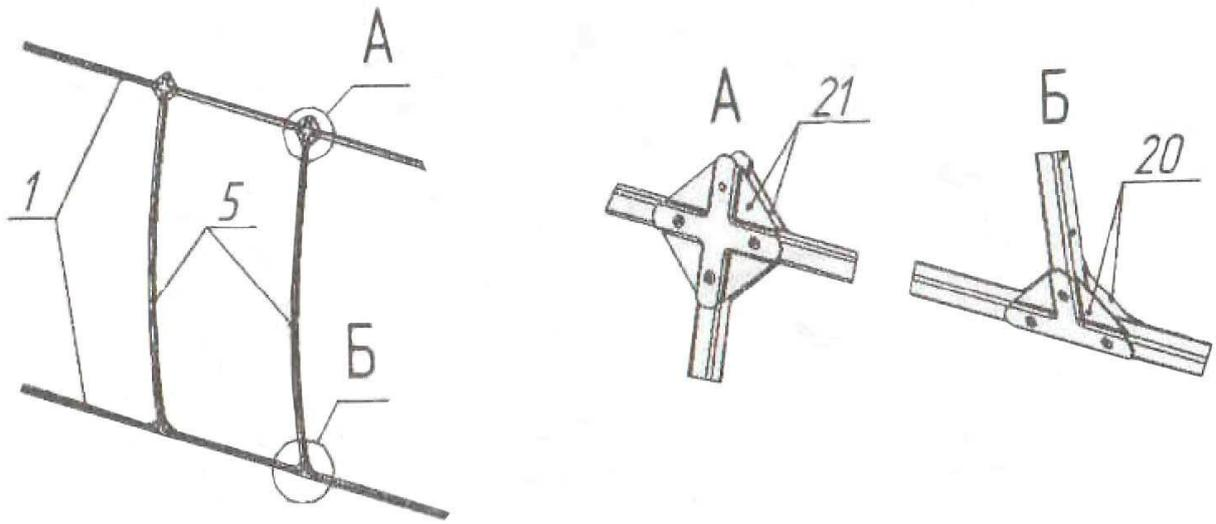

Рис. 3
6.3 Подготовьте к сборке боковые элементы теплицы, состоящие из боковых стрингеров 1 и нижних полудуг 5 (рис. 3). Количество боковых элементов зависит от длины теплицы: для 2-х метровой – 2шт., для 4-х метровой – 4шт., для 6-ти метровой – 6шт., для 8-ми метровой – 8шт. и т.д.